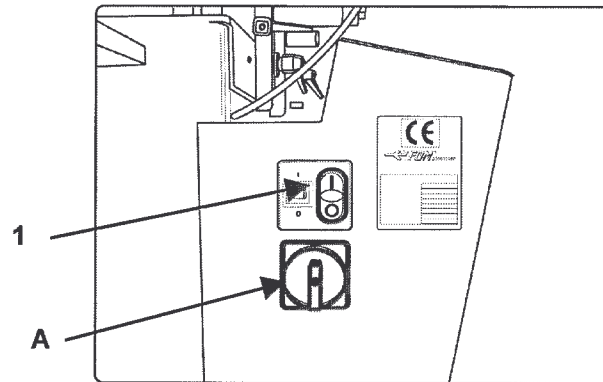
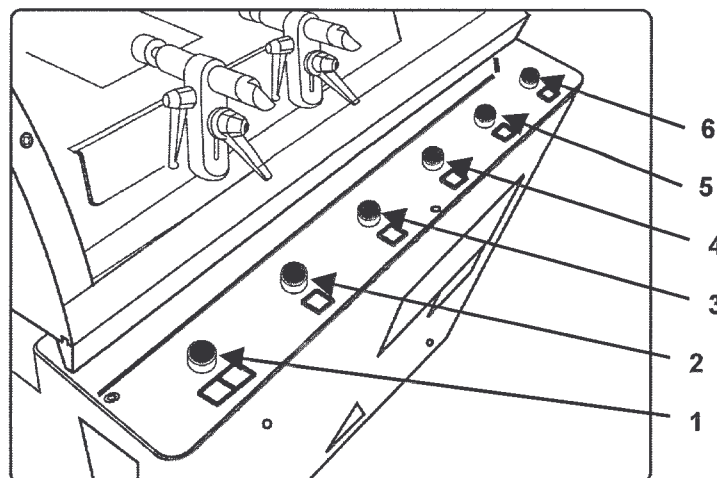

Fig. 08-01
Fig. 08-02
1) Ruotare l'interruttore generale "A" in posizione I (Fig. 08-01)
Prima di qualsiasi operazione verificare l'esatto senso di rotazione della lama premendo il pulsante verde "1" - Fig. 08-01 per l'avviamento motore, il pulsante bloccaggio morse "2" - Fig. 08-02, quindi premendo contemporaneamente i pulsanti "1" e "3" - Fig. 08-02 che comandano l'uscita lama. Se si riscontrasse che la lama gira in senso contrario è necessario invertire il collegamento di due delle tre fasi elettriche di alimentazione della SPRING 45A.
**Fase 2)** Posizionare il profilato sul piano di lavoro ed effettuare il bloccaggio tramite le morse orizzontali premendo il pulsante "1" (Fig. 08-02).
Qualora invece, per un perfetto bloccaggio del profilato, si rendesse necessario un riposizionamento, occorre premere il pulsante apertura morse "2" - Fig. 08-02, quindi seguire le indicazioni illustrate nel Par. 9.1.
**Fase 3)** Premere contemporaneamente i pulsanti "1" e "3" (vedi Fig. 08-02) ed eseguire il taglio.
Si possono effettuare operazioni di taglio ad angolazioni fisse: 45° o 20° verso sinistra premendo il pulsante "4", oppure 45° o 20° verso destra premendo il pulsante "6". Per ripristinare la condizione di taglio a 90° premere il pulsante "5" (Fig. 08-02).
Ogni volta che si dà l'impulso per l'inclinazione della testa, entra in funzione un allarme dato da una lampada che emette un segnale acustico e luminoso intermittente che interviene dal momento in cui viene dato impulso e persiste fino alla completa inclinazione della testa. Per portare la testa da una posizione inclinata all'altra (da SX a DX o da DX a SX) é necessario portare prima la testa a 90° premendo il pulsante "5" (Fig. 08-02).